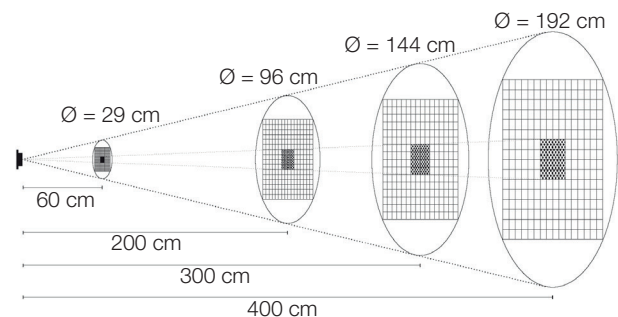

Bild 4-2: Überwachte Fläche (ToF-Fenster)
- Der ToF-Sensor hat eine Sichtweite von 40 bis 4000 mm und einen Austrittswinkel von  $27^\circ$ . Je nach Distanz zum jeweiligen Objekt ergibt sich damit eine entsprechende Fläche (ToF-Fenster), die überwacht werden kann (siehe Bild 4-2).